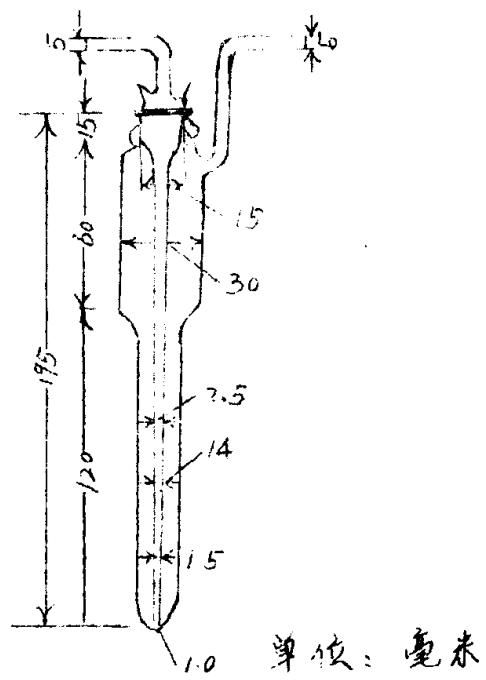

图1. 大型气泡吸收管
1. 大型气泡吸收管，容易洗涤，但使用时罩口磨口严密，防止漏气，大型气泡吸收管可盛5—10毫升吸收液，采样速度为0.3—1升/分，（见图1）